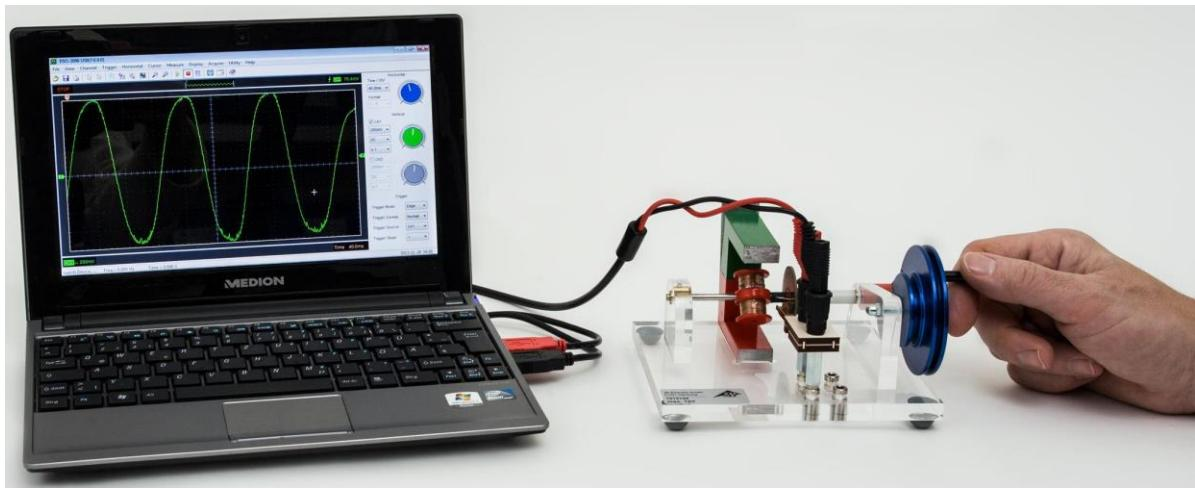

Fig. 5 Betrieb als Wechselstromgenerator mit USB-Oszilloskop
- Stromabnehmer auf das linke Buchsenpaar des Buchsenfeldes auf der Grundplatte stecken (siehe Fig. 5).